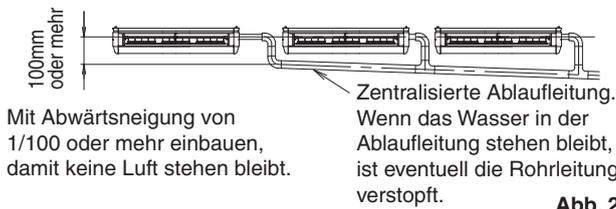

Abb. 28
- Um übermäßige Kraftauswirkung auf den angeschlossenen Ablaufschlauch (1) zu vermeiden, darf er weder geknickt noch verdreht werden. (Es kann Wasser austreten.)
- Zum Anschließen des zentralen Ablaufrohrs folgen Sie den Anweisungen in **Abb. 28**. Den Durchmesser des zentralen Ablaufrohrs wählen Sie entsprechend der Kapazität des Durchmessers des Innenaggregats, an das es angeschlossen werden soll. (Siehe technisches Handbuch.)